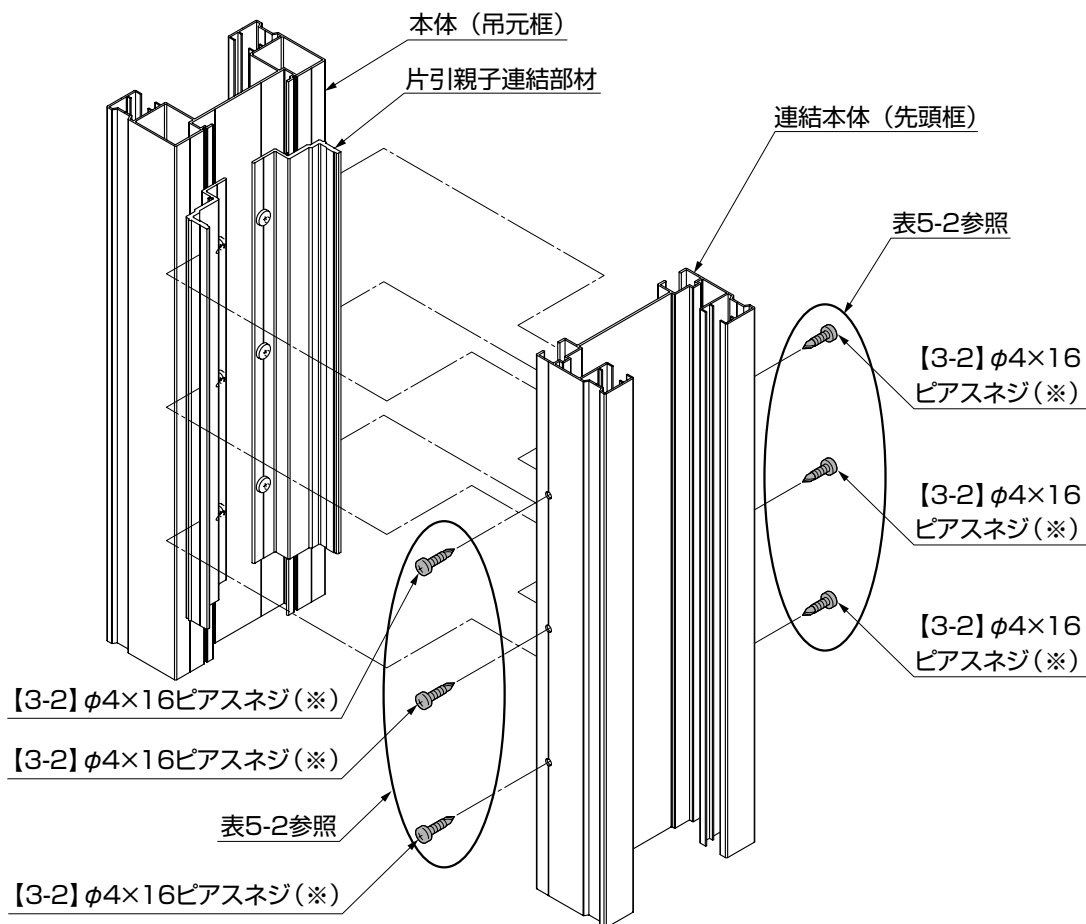

図5-7
- ②本体をしっかり押さえながら【3-2】で止めしてください。(図5-7参照)